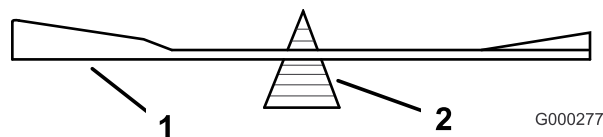
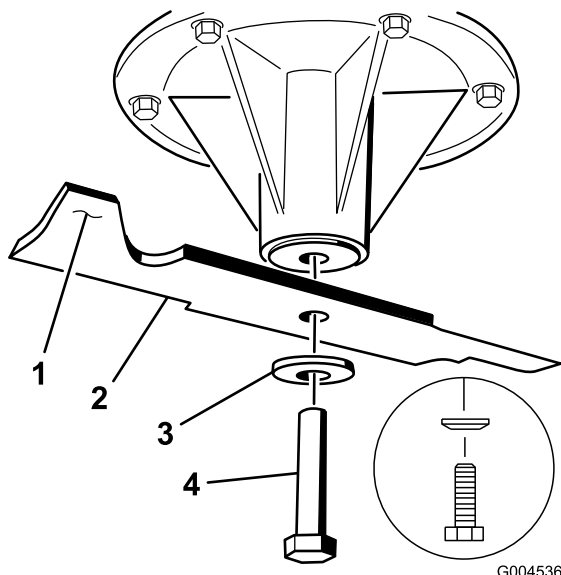

Figure 63
Figure 64
2. Retirez le boulon, la rondelle élastique et la lame de l'axe (Figure 64).
2. Vérifiez l'équilibre de la lame en la plaçant sur un équilibreur (Figure 63). Si la lame reste horizontale, elle est équilibrée et peut être utilisée. Si la lame est déséquilibrée, limez un peu l'extrémité de la partie relevée seulement (Figure 64). Répétez la procédure jusqu'à ce que la lame soit équilibrée.
1. Placez la lame sur l'axe (Figure 64).
2. Installez la rondelle élastique et le boulon de la lame. Le cône de la rondelle élastique doit être dirigé vers la tête du boulon (Figure 64). Serrez le boulon à 115–150 Nm (85–110 pi-lb).